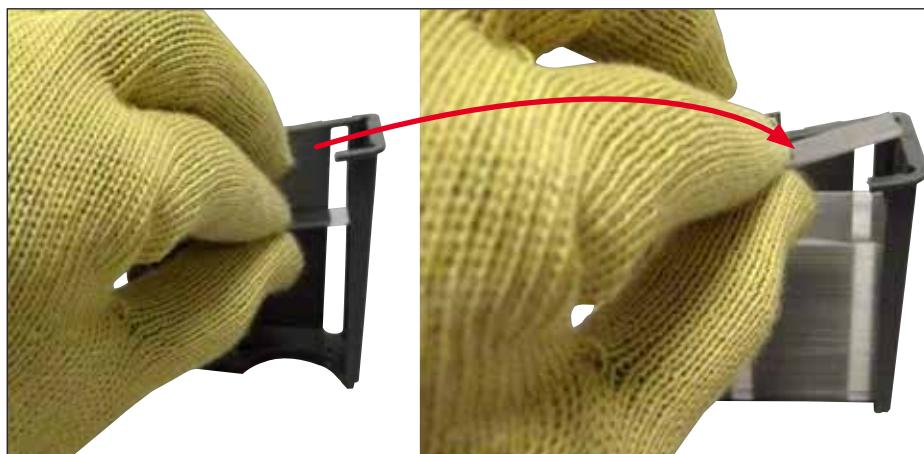

図 64
- カバーガラスを新しいマガジンに移すときは、カバーガラスの位置が正しくなるよう注意します (→ 図 64)。